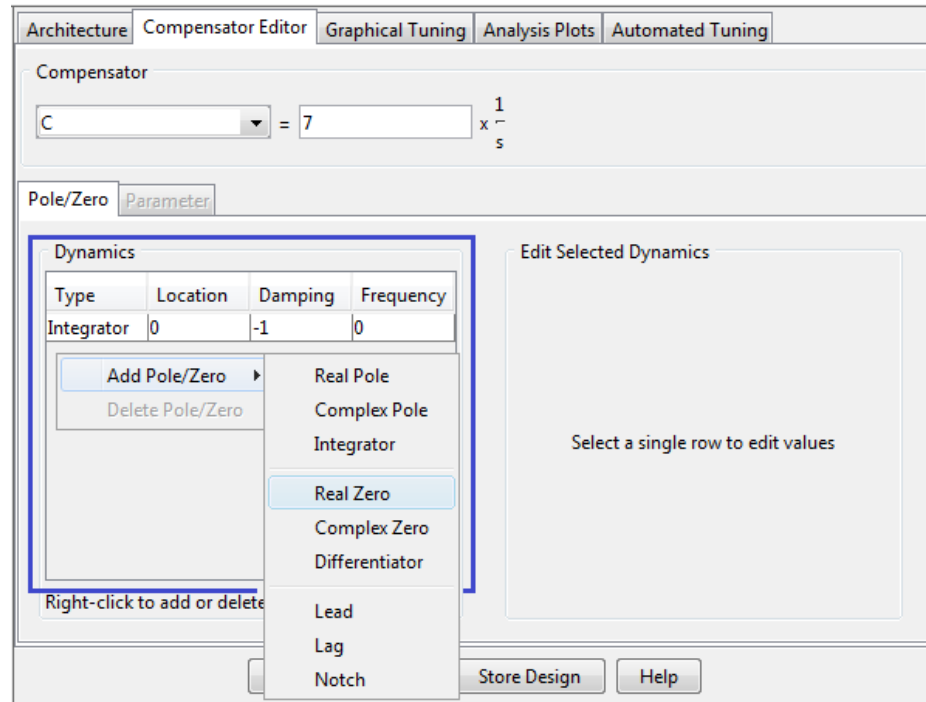

Figura 56. Inserción cero real Velocidad.
- Inserte un Cero Real en el sistema haciendo click derecho, sobre el recuadro *Dynamics* de color azul de la Figura 56, escoger Add-Pole/Zero y luego escoger Real Zero.